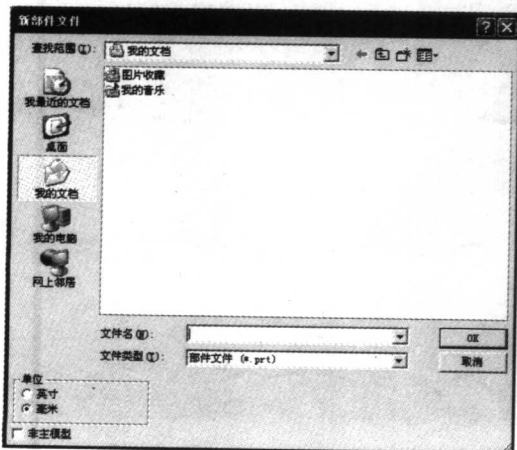

图 1-2 “新部件文件”对话框
2. 单击新建图标  或下拉菜单“文件”→“新建”，弹出如图 1-2 所示对话框。在“文件名”中输入“pingpangqiu”，在“单位”选项选择“毫米”，单击“OK”按钮，进入 Unigraphics 界面。